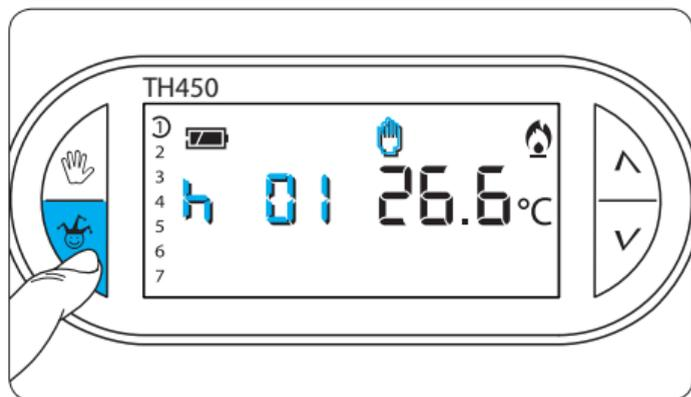
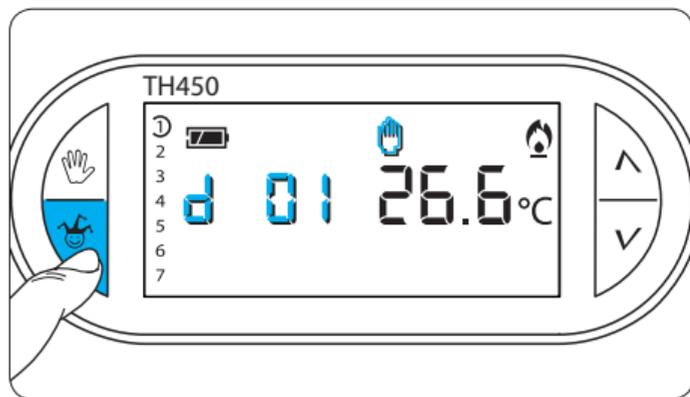

Fig. 50
Fig. 51
14.3- Premere il pulsante h una volta per impostare le ore (fig. 50), due volte per impostare i giorni (fig. 51). Sul display, al posto dell'indicazione dell'ora corrente,